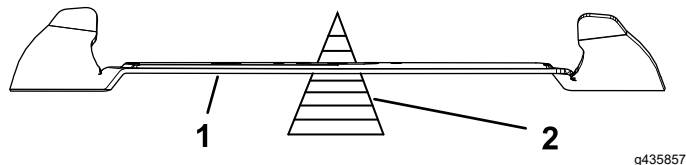

Bild 90
2. Prüfen Sie die Auswuchtung des Schnittmessers auf einer Ausgleichsmaschine (Bild 90).
Hinweis: Wenn das Messer nicht ausgewuchtet ist, feilen Sie etwas Metall vom schweren Ende des Messers im Flügelbereich ab (Bild 90).